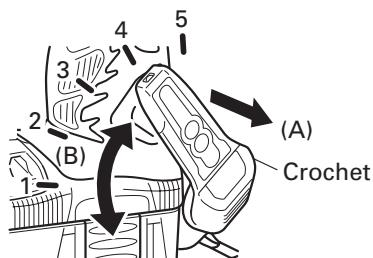

Fig. 7
(1) Ouverture du crochet
- (a) Tirer le crochet vers soi dans le sens de la flèche (A), et le tourner dans le sens de la flèche (B). (Fig. 7)